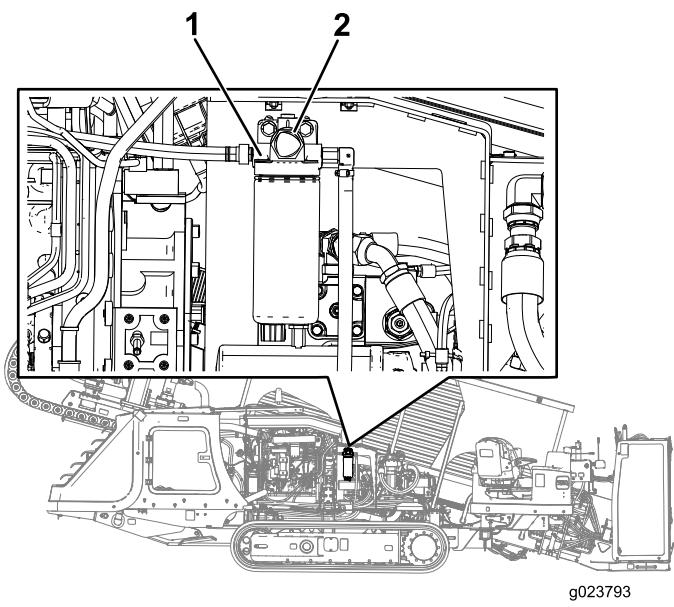

Figura 95
6. Localice el botón de CEBADO en la parte superior del adaptador del filtro de combustible primario (Figura 95).
- Pulse y suelte repetidas veces el botón de CEBADO hasta que note resistencia al presionar el botón de CEBADO (Figura 95).
- Coloque trapos limpios bajo el filtro de combustible primario (Figura 95).
- Afloje las abrazaderas de las mangueras y separe el filtro de combustible primario de las mangueras de combustible (Figura 95).
- Deslice las mangueras sobre el accesorio de manguera del filtro de combustible primario y apriete las abrazaderas (Figura 95).